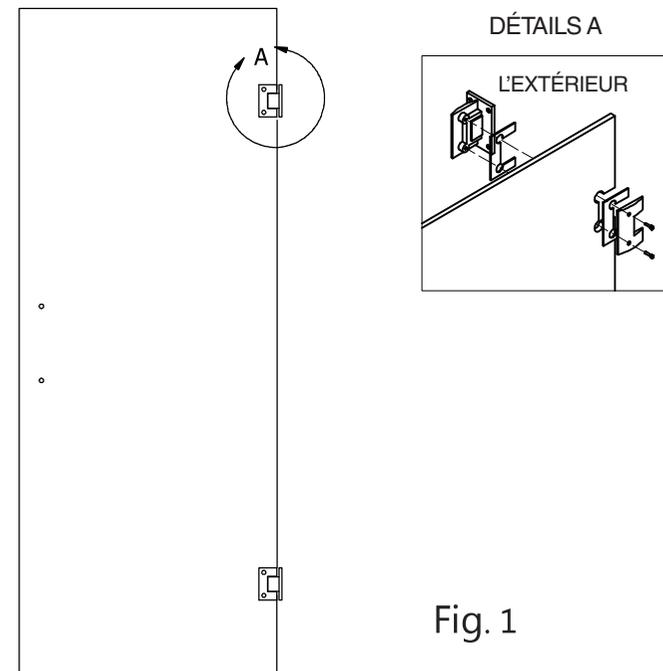

Fig. 1
1. Fixer la Charnière (04) sur le Panneau de verre (01). Voir la figure 1 pour plus de détails.